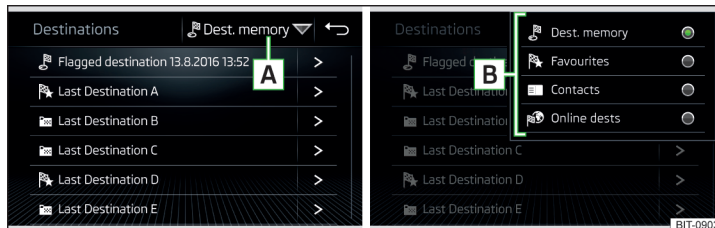

Fig. 170 Selectarea listei destinațiilor memorate/categoriilor destinațiilor memorate
- ▶ Atingeți suprafața de comandă funcții **A** » fig. 170 și selectați una din următoarele categorii de destinații memorate **B** » fig. 170.